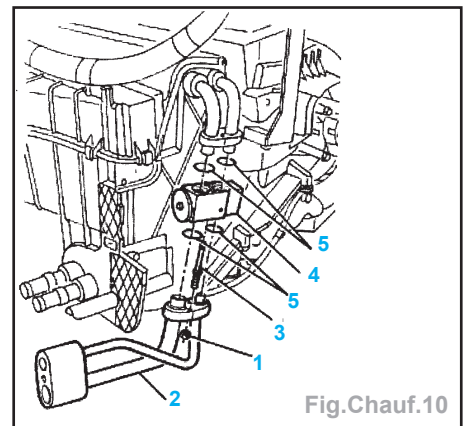

Fig.Chauf.10
- les écrous (1), le raccord de tuyaux (2), les vis (3) et le détendeur (4) en récupérant les joints (5) (Fig.Chauf.10),